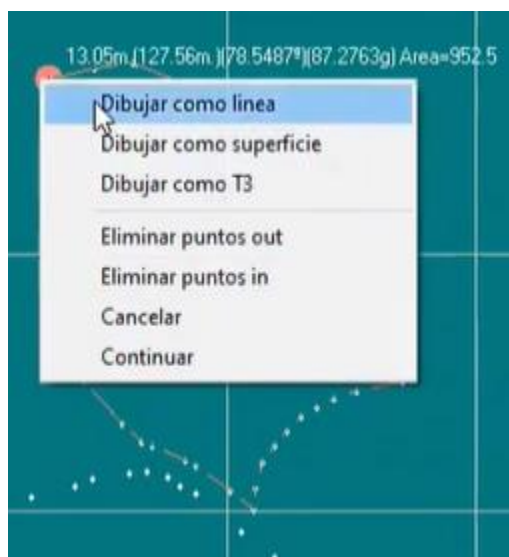

Figura 365. dibujar línea.
36. Dar clic en orden y en secuencia de las manecillas del reloj sobre todos los vértices del primer jardín importado. Al cerrar la poligonal aparecerá un menú de opciones, seleccionar “Dibujar como línea”. Figura 365.